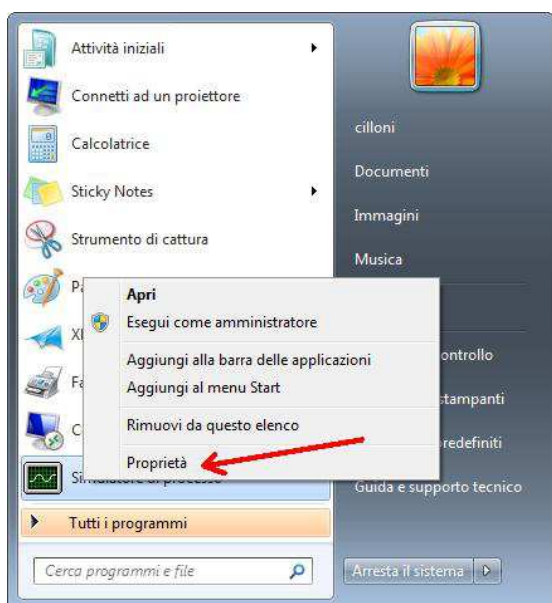

Figura D.1 – Selezione della cartella proprietà
1. Cliccare con il tasto destro del mouse sull'icona del programma quindi selezionare "Proprietà" (figura D.1).